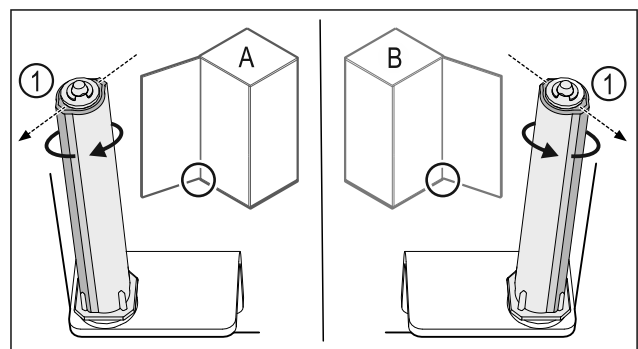

Fig. 50 Lavý doraz (A)/pravý doraz (B)
- ▶ Otáčajte systém zatvárania proti odporu, kým nebude mostík systému zatvárania Fig. 50 (1) ukazovať von.